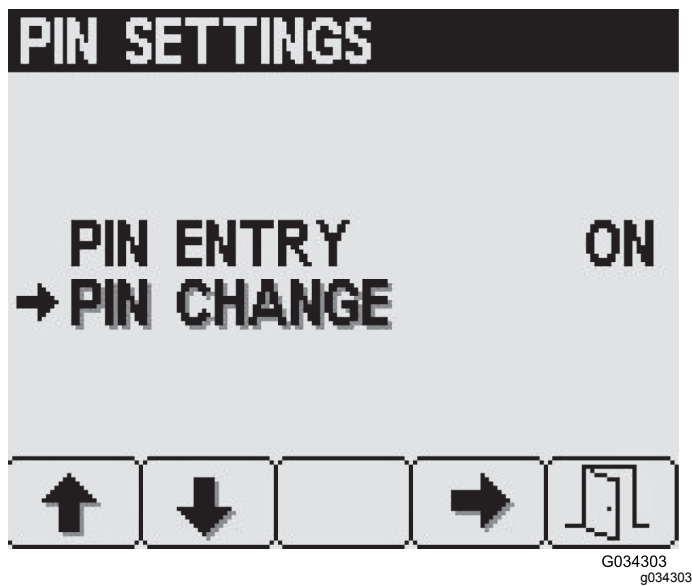

図 34
3. PIN 設定PIN Settings画面でボタン2で PIN 変更PIN Changeへ移動し、ボタン4でそれを選択する 図 34。